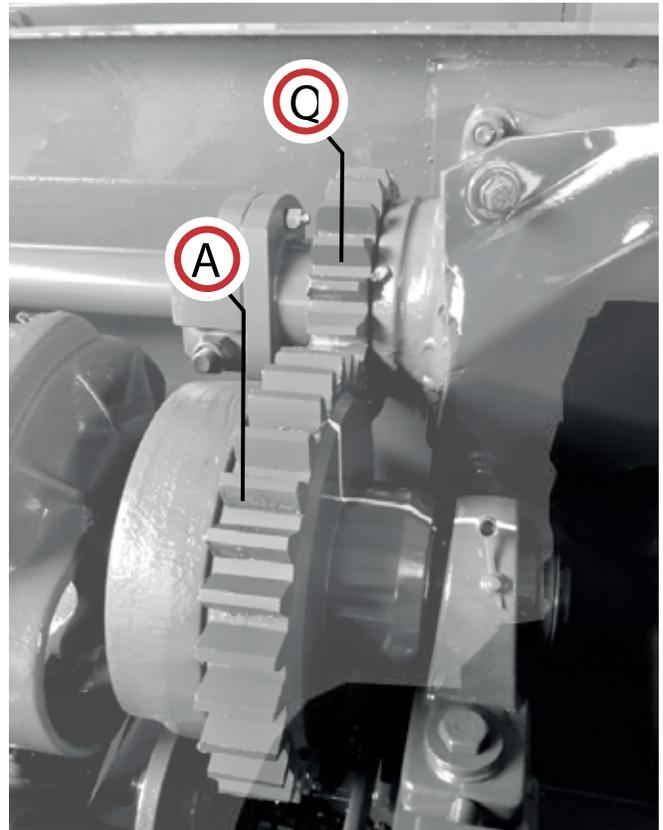

Fig. 16
- 1. En caso de más de 60 mm de distancia:** mueva el engrane (A) un paso más que el engrane (Q), en sentido de las manecillas del reloj para anticipar la entrada de los dientes en la cámara (Fig. 16). Si esto no es suficiente, repita este proceso para la sincronización.
- 2. En caso de menos de 10 mm de distancia:** mueva el engrane (A) un paso más que el engrane (Q), en sentido contrario a las manecillas del reloj para posponer la entrada de los dientes en la cámara (Fig. 16). Si esto no es suficiente repita este proceso para la sincronización.